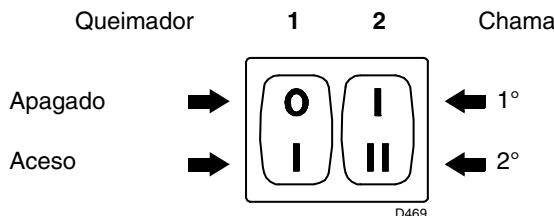
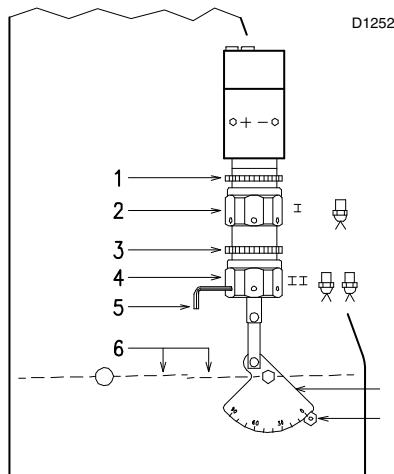

Fig. 20
Fig. 21
- Colocar em funcionamento o queimador fechando os termóstatos e com o interruptor 1) (Fig. 20, Pág. 18) na posição "ACESO". A bomba deve rodar no sentido da seta que está marcada na cobertura.
- Quando o gasóleo sai pelo parafuso 3), indica que a bomba está alimentada. Parar imediatamente o queimador: interruptor 1) (Fig. 20, Pág. 18) na posição "DESLIGADO" e apertar o parafuso 3).
Colocar o interruptor 1) (Fig. 20) na posição "ACESO".
Manter o queimador funcionando na 1a chama, colocando o interruptor 2) (Fig. 20) na posição 1a chama. A abertura do registo 6) (Fig. 21) deve ser proporcional à da boquilha escolhida: o índice 8) (Fig. 21) deve corresponder com o número da posição indicada no sector graduado 7) (Fig. 21). A regulação faz-se rodando o hexágono 2) (Fig. 21):
Colocar o interruptor 2) (Fig. 20, Pág. 18) na posição 2a chama e regular o registo 6) (Fig. 21) actuando sobre o hexágono 4) (Fig. 21), depois de se ter aliviado o aro 3) (Fig. 21).
para facilitar a regulação dos hexágonos 2) e 4) (Fig. 21), utilizar uma chave hexagonal de 3 mm 5) (Fig. 21).